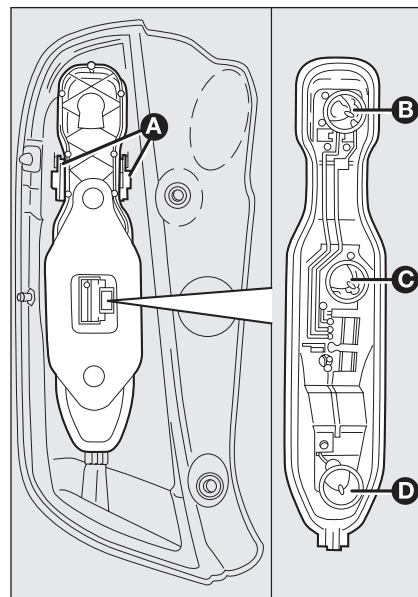

fig. 28
- appuyer sur les ailettes **A-fig. 28** de blocage porte-lampe et l'enlever de son siège;
- enlever les ampoules **B-C-D-fig. 28** en les poussant légèrement et en les tournant dans le sens inverse des aiguilles.